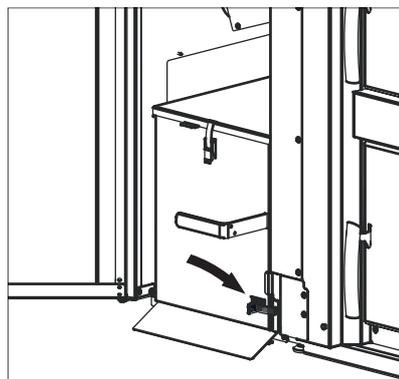

Fig. 32 Ouverture de la fermeture à étrier de tension
- ▶ Desserrer la fermeture à étrier de tension inférieure de droite – Fig. 32.